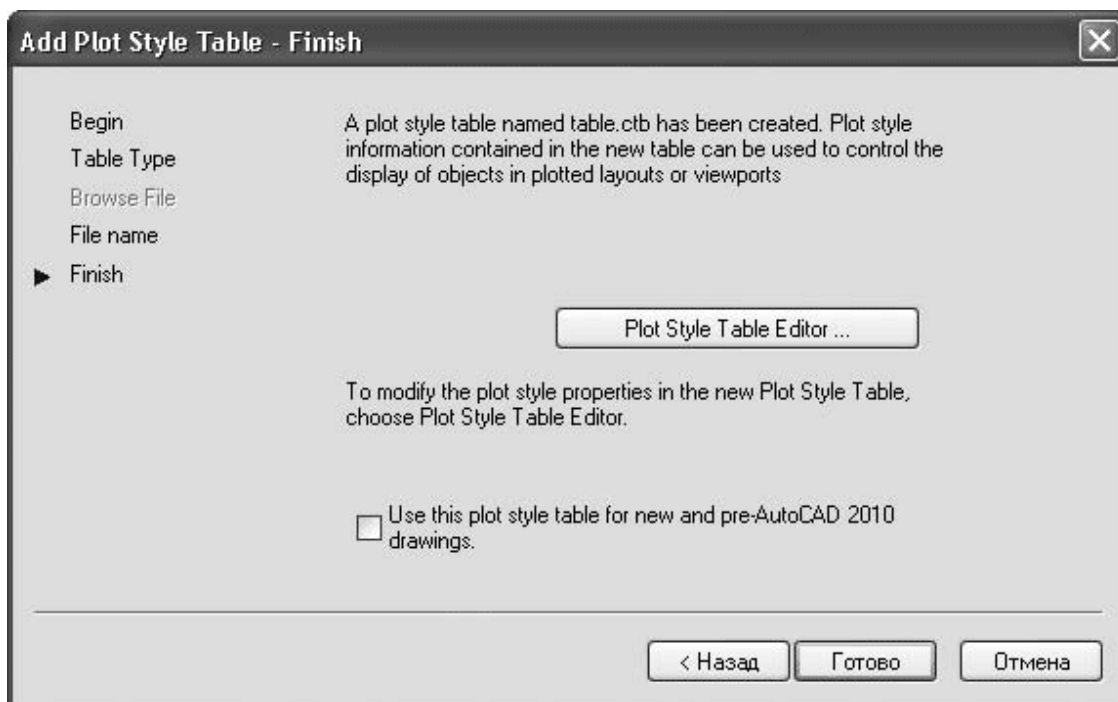

Рис. 8.21. Заключительное окно мастера
4. Введите имя создаваемой таблицы стилей в поле **File name** (Имя файла) и запустите последнее окно (рис. 8.21), щелкнув на кнопке **Далее**.